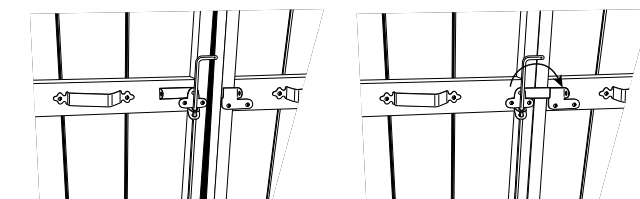

Fig. 6
- 4.) Sur le côté droit de la traverse centrale, saisir l'attrape loquet avec le portail fermé. Tourner le loquet pour vérifier que cela fonctionne bien et ouvrir la porte. Pré-percer avec une mèche de 1/8" et visser avec des vis en aluminium de 3/4" (fig.6).
- 5.) Attacher les poignées de 8" aux côtés des panneaux gauche et droit sur la traverse centrale (fig.6).
- 5.) Sujete las manillas de 8" de atrás de los bordes de la izquierda y de la derecha en el medio del travesaño (fig.6).
- 4.) On the right-hand panel, align the Latch Catch with Top Rod Guide assembly and attach with 3/4" aluminum screws (Fig. 6).
- 5.) Attach Handles 8" back from edges of left and right panels (Fig. 6).